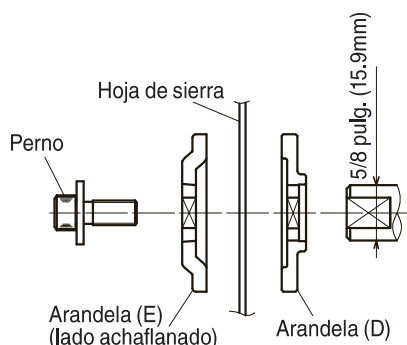

Fig. 26-c
- (6) Presione el bloqueador del huso y apriete el perno girándolo hacia la izquierda con la llave de accesorio estándar (llave de barra hex. 6mm), como se indica en la Fig. 26-b.